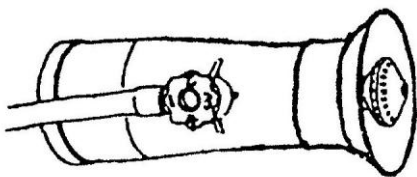

Fig. 11
1) Opryskiwanie. Poluzuj nakrętkę ciśnieniową, wyreguluj długość końcówki dyszy by uzyskać odpowiedni rodzaj oprysku. Przekręć zawór regulacyjny by zmienić ilość rozpryskiwanej cieczy. Patrz rys. 11.